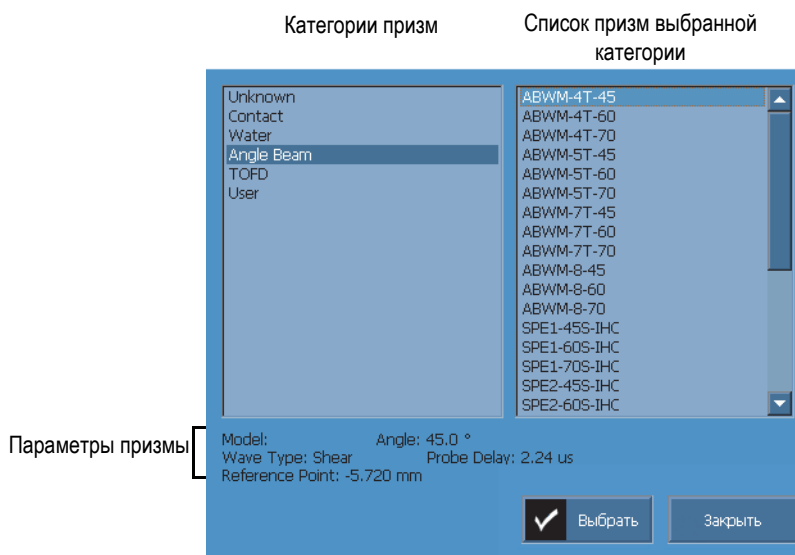

Рис. 4-3 Диалоговое окно выбора призмы
3. Нажмите **Призма**, чтобы открыть предустановленный список призм (см. Рис. 4-3 на стр. 98):